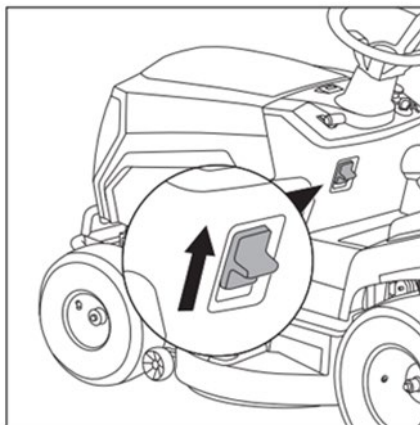

Fig.18
2. Mueva el botón del freno de mano hacia arriba a la posición de bloqueo y manténgalo presionado (Fig.18).